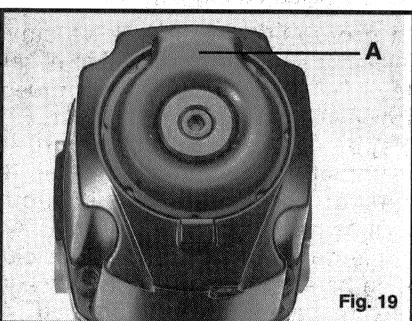

Fig. 19
6. Ajuste el deflector direccional del escape (A), Fig. 19, de manera que el chorro de aire del escape se dirija alejándose del operador. El deflector de escape proporciona siete posiciones con retén para dirigir el chorro de escape de manera que se aleje del operador. Agarre el deflector y gírelo hasta la posición deseada para la aplicación actual.